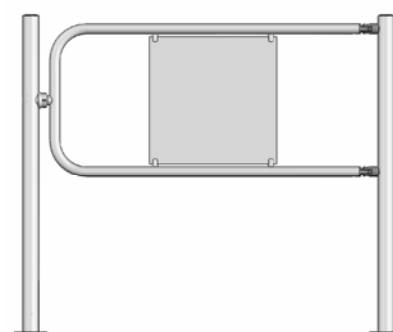

Рисунок 1 – Типы секций:
- **СТАЦИОНАРНАЯ СЕКЦИЯ ОГРАЖДЕНИЯ** со стеклом (см. рисунок 1,а) или без стекла (см. рисунок 1,б и 1,в), предназначенная для формирования зоны прохода или оформления интерьера;
Имеются две модификации – механическая (рис. 1,е) и автоматическая поворотные секции ограждения (рис. 1,д).